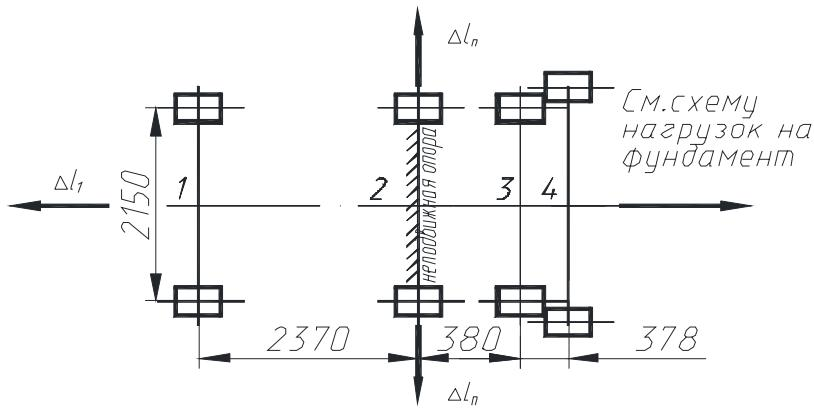

Рис.2
5.5. Для наблюдения за расширением котла установить у опоры №1 (см рис.2). Величина тепловых расширений котла: